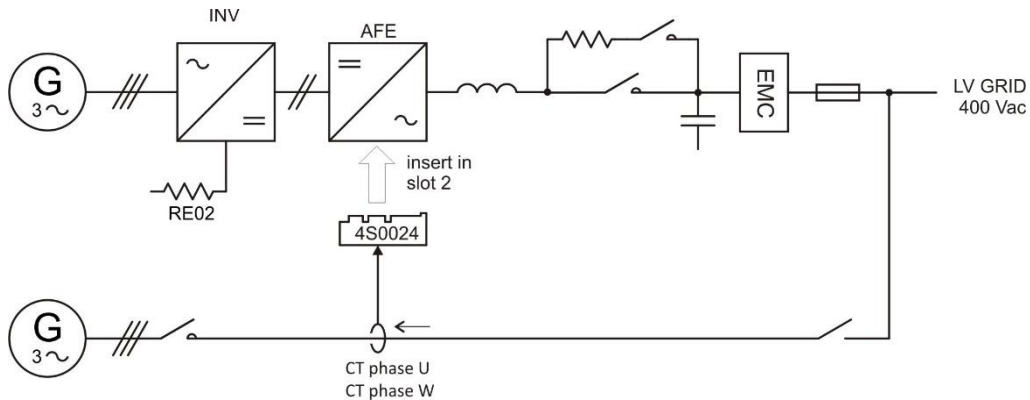
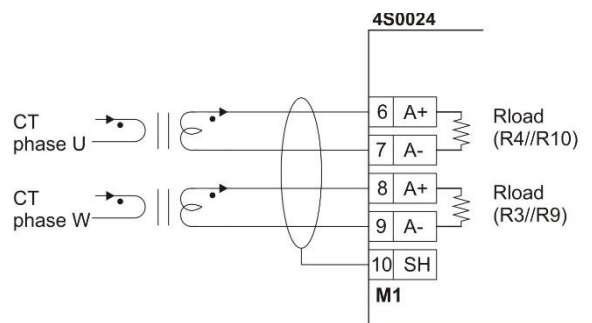

FIG. 85 – Collegamenti per rifasamento carichi reattivi
FIG. 86 – Collegamenti scheda 4S0024
È necessario collegare esternamente due trasduttori di corrente AC (TA), sulla fase U e W del carico da rifasare. La lettura dei sensori viene eseguita con la scheda opzionale 4S0024, come indicato nelle FIG. 85 e FIG. 86.